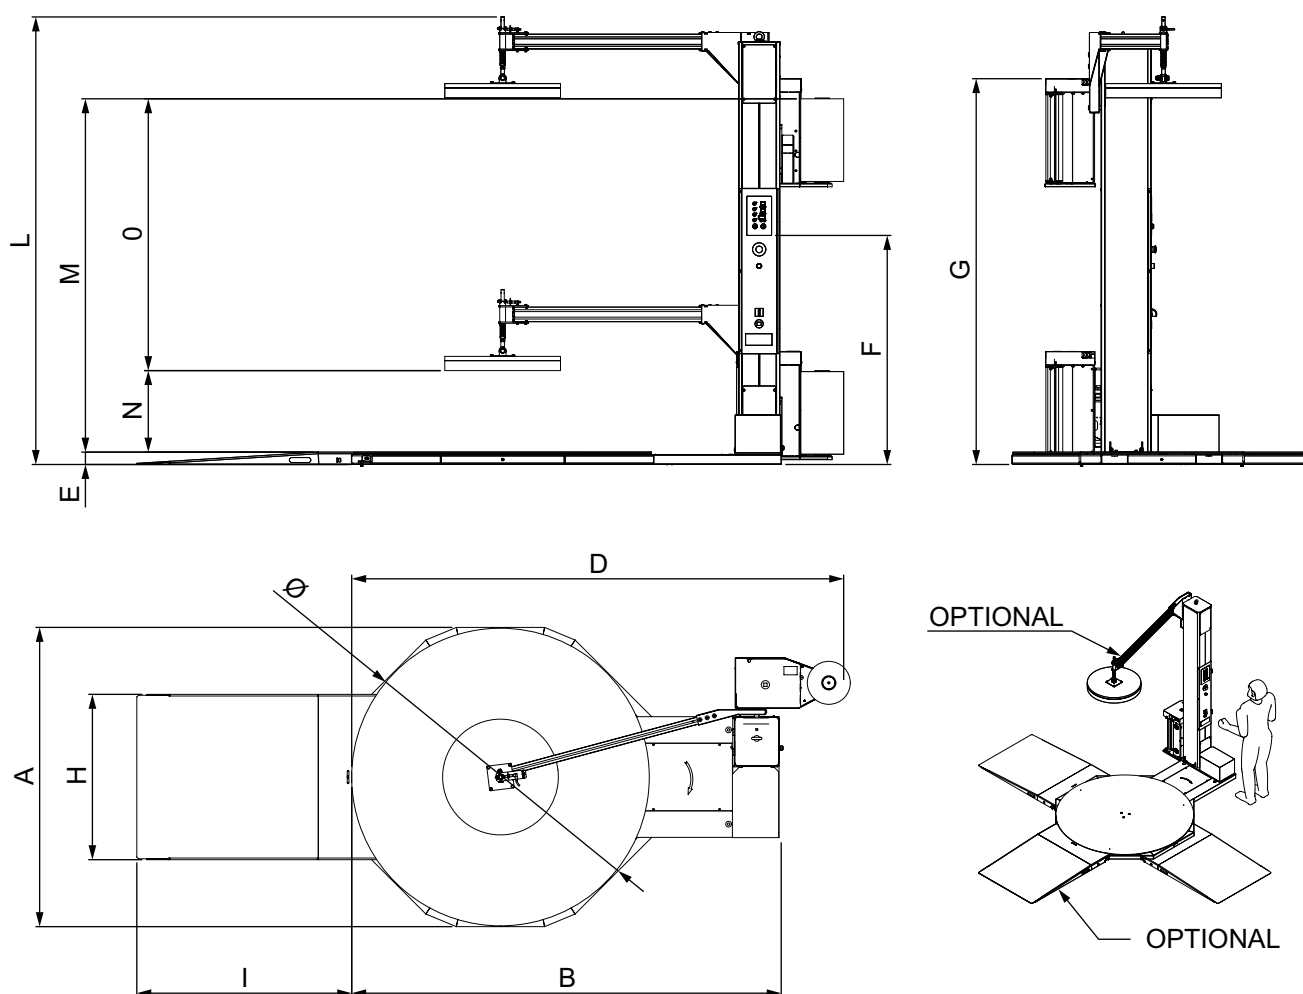

Figura 36
- Dimensões	Ver Figura 36 - pág. 59